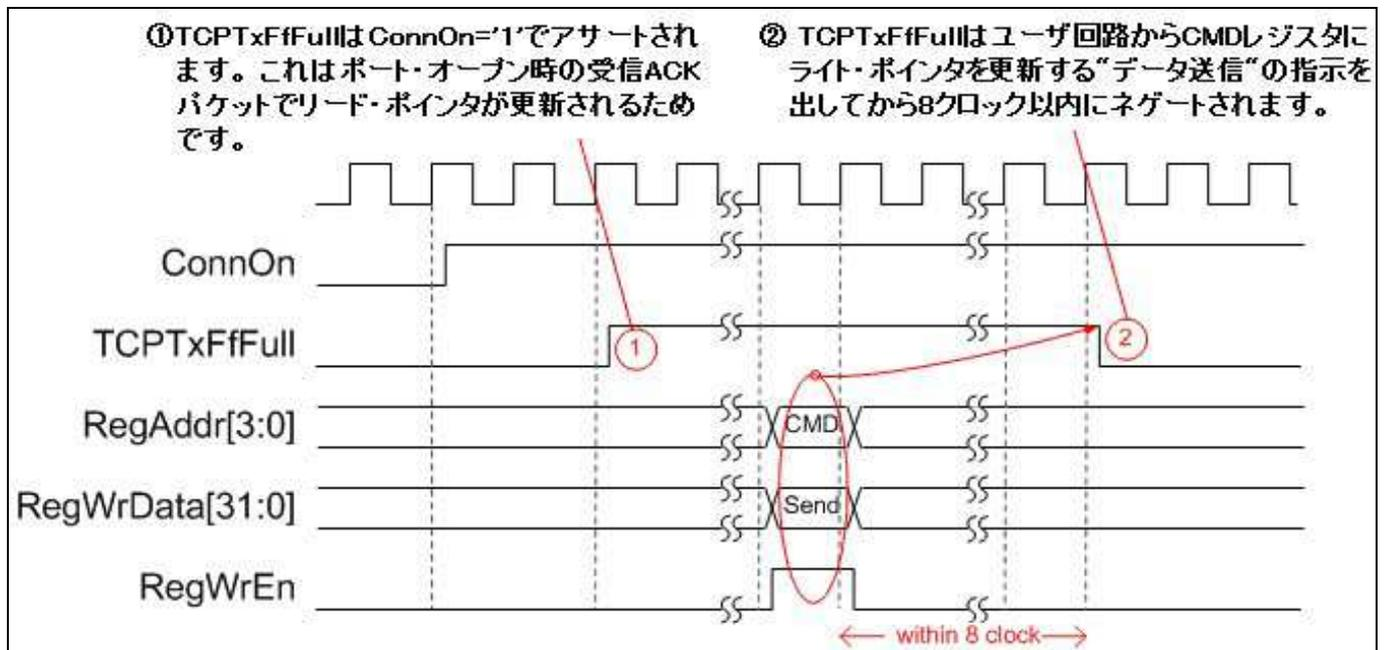

図 6: TCPTxFfFull はポートのオープンでアサートされるが送信指示でネゲートされる
- 2) ConnOn が'1'となって接続が確立されたが CMD レジスタがデータ送信にセットされていない状態で TCPTxFfFull はアサート状態となります。送信データ・バッファのリード・ポインタは受信した ACK パケットのアクノリッジ番号に関係しているためです。ConnOn='1'でポートがオープンされるとアクノリッジ番号とリード・ポインタも更新され TCPTxFfFull がアサートされます。送信データ・バッファのライト・ポインタはユーザ回路から CMD レジスタにデータ送信を指示されると更新されるため、TCPTxFfFull は図 6 に示すタイミングでネゲートします。